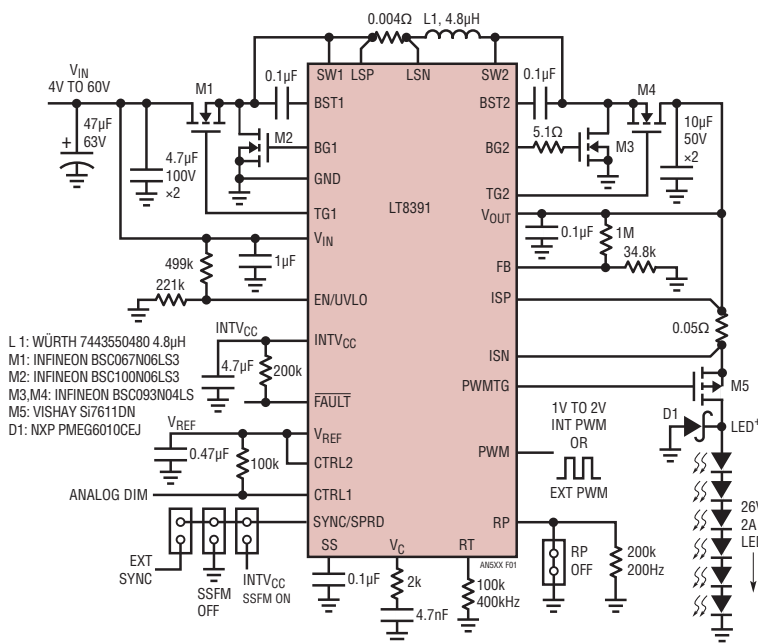

图 1：LT8391 4V 至 60V 四开关同步降压-升压型 LED 驱动器能以高达 98% 的效率为一个 25V/2A (50W) LED 灯串供电。
图 1 中的 LT8391 高功率降压-升压型 LED 驱动器可在宽输入电压范围内驱动 25V、2A 的 LED。效率在其最高点可达 98%。在 9V 至 16V 的典型汽车电池范围内，转换器的工作效率介于 95% 和 97% 之间。由于采用了单个高功率电感器，因此温升很低，即使在 50W 时也不例外。在 $12V_{IN}$ 时，组件的温升没有超过 25°C 。在 $6V_{IN}$ 时，当使用标准的四层 PCB 并且没有散热器或冷却气流情况下，最热组件的温升小于 50°C 。这就为增加转换器的输出功率留出了余地，使得几百瓦 (W) 成为可能。